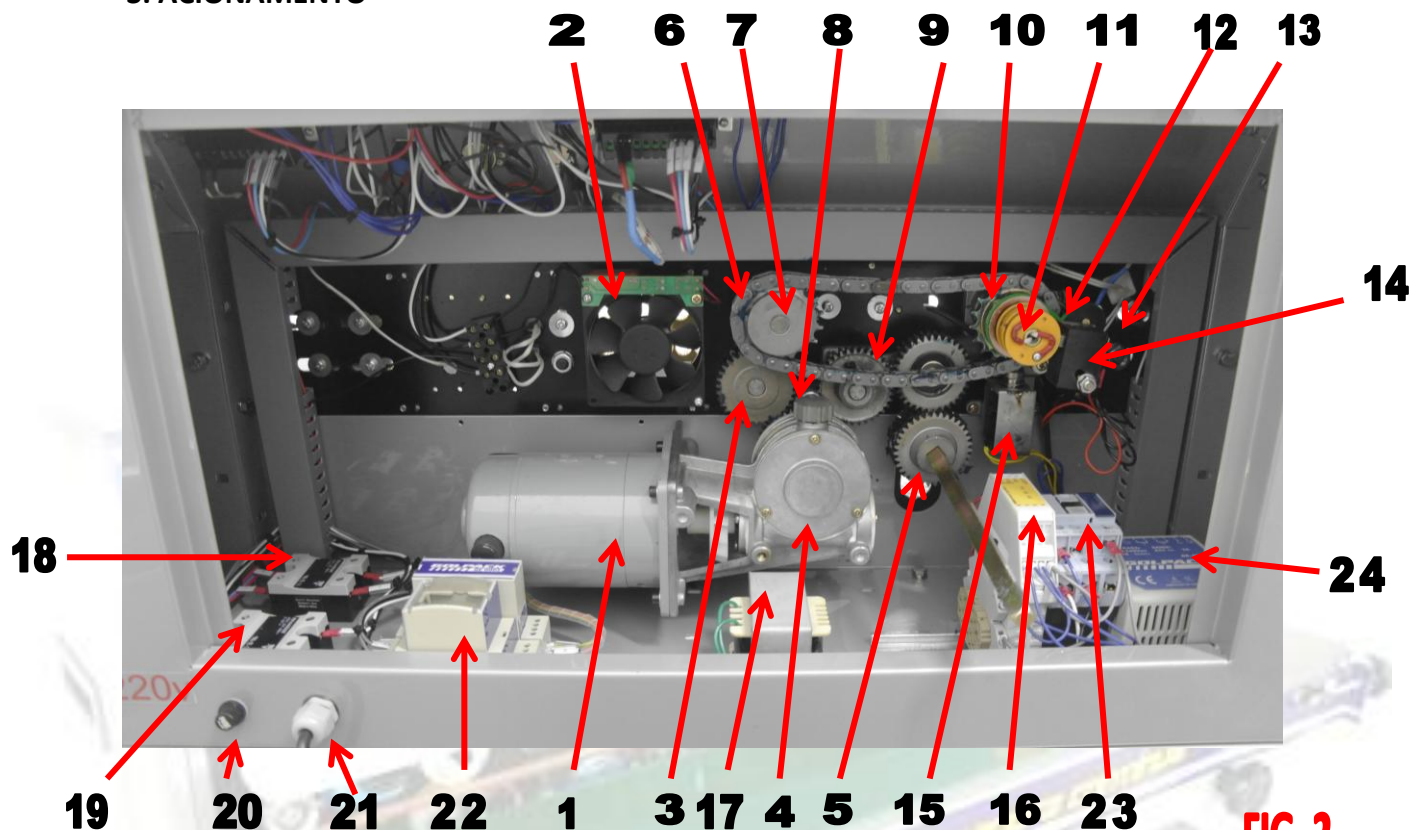

FIG. 2
- 7) 3. ACIONAMENTO – **FIG. 2**